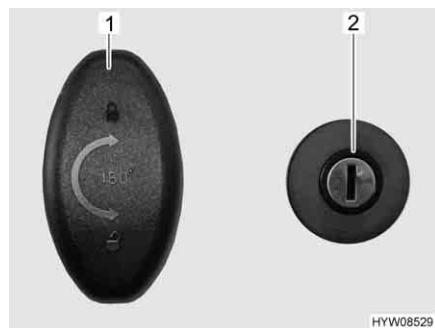

Fig. 44 Serratura della porta (porta del garage)
- Inserire la chiave nel cilindro della serratura (Fig. 44,2) e ruotare in senso orario. La chiusura centralizzata è sbloccata.
- Girare la maniglia della serratura (Fig. 44,1) in senso antiorario di un mezzo giro e aprire la porta del garage.
- Girare la maniglia della serratura (Fig. 44,1) in senso antiorario di un mezzo giro.
- Inserire la chiave nel cilindro della serratura (Fig. 44,2) e ruotare in senso antiorario. La chiusura centralizzata è bloccata.